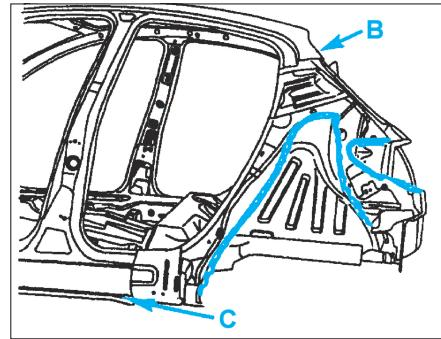

FIG. 120
- Appliquer une colle de calage structurale (Fig.120).